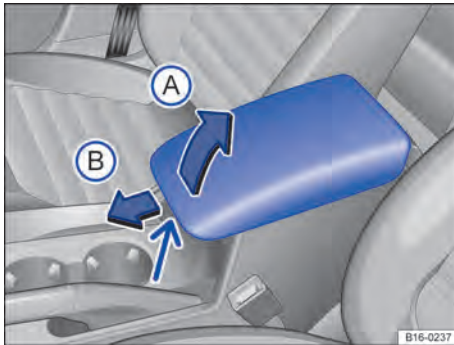

Fig. 68 Descansa-braço central dianteiro.
Para *levantar*, pressionar o botão de destravamento dianteiro no descanso-braço central (seta) e puxar o descanso-braço central gradativamente para cima no sentido da seta ⇒ Fig. 68 (A).